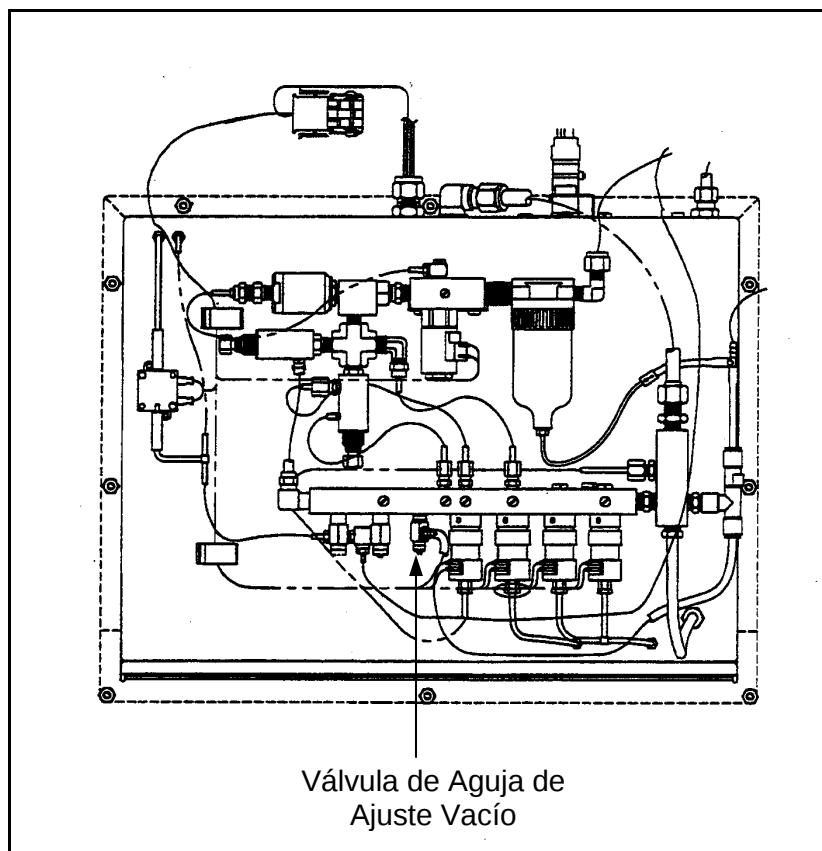

Figura 8-18. Ajuste el vacío
2. Use un destornillador para ajustar el vacío en la válvula de aguja del generador de vacío en el distribuidor del aire. (Vea la Figura 8-18).